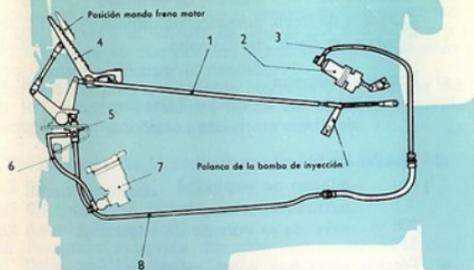

Fig. 6. - Mando freno-motor
- Mando mecánico (Ver fig. 6).